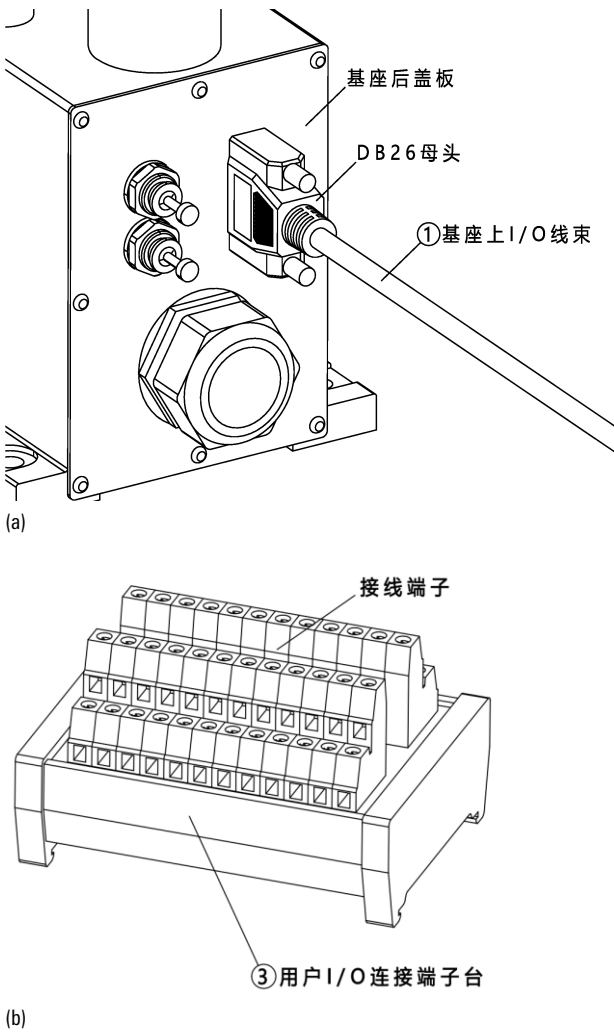

图 5-1 基座上 I/O 线束连接示意图
步骤1. 将①基座上 I/O 线束带有 DB26 母头的一端接在基座后盖板上的 DB 接口上，另一侧的散线端接在③用户 I/O 端子模块的接线端子上，该端子台作为 I/O 输入端（参考图 5-1）。
步骤1. 将①底座 I/O 线束一端带有 SA2010-S12B 12pin 插孔型电缆插头与电器安装板上的 SA2015-P12B 12pin 前螺母插座对插，另一端散线作为 I/O 输入端（参考图 5-1）。